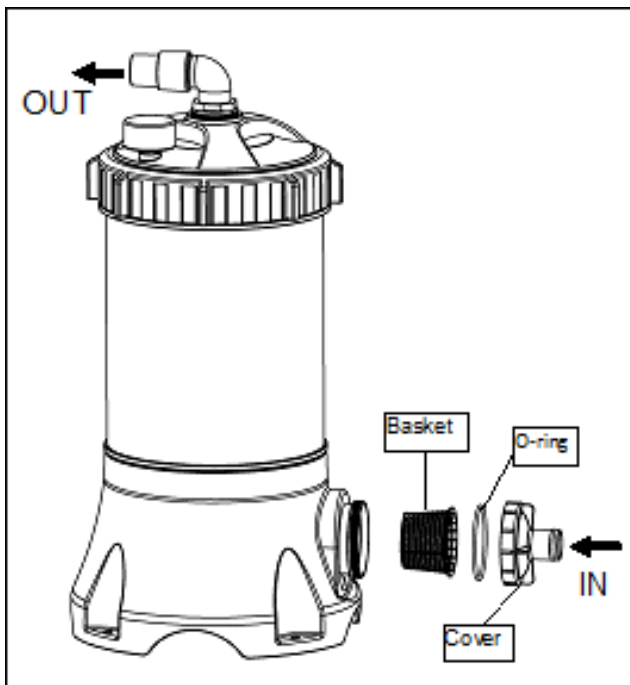

Bild 9 - Öppna förfiltret
9. Lösgör och rengör pumpens förfilter (Bild 9/Basket)